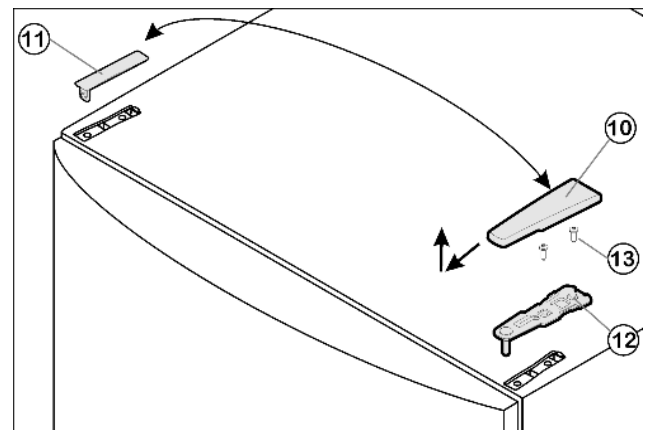

Fig. 4
- Afdekking Fig. 4 (10) naar voren naar boven wegnemen.
- Afdekking Fig. 4 (11) wegtillen.
- Bovenste lagerbus Fig. 4 (12) losdraaien (2 x Torx 25) Fig. 4 (13) en naar boven wegtrekken.
- Bovenste lagerbus Fig. 4 (12) vastschroeven (2 x Torx 25) Fig. 4 (13). Steek de schroefgaten indien nodig voor of gebruik de accuschroevendraaier.
- Afdekking Fig. 4 (10) en afdekking Fig. 4 (11) telkens op de tegenoverliggende zijde vastklikken.
- Plaats de bovenste lagerbus Fig. 4 (12) aan de nieuwe scharnierkant in de deur.